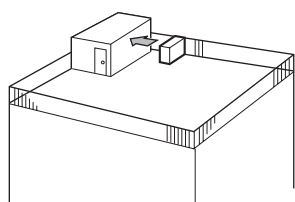

Fig. 2-2
- ① Positionner la sortie d'air vers le mur le plus proche et à environ 20" (500 mm) de celui-ci. (Fig. 2-2)